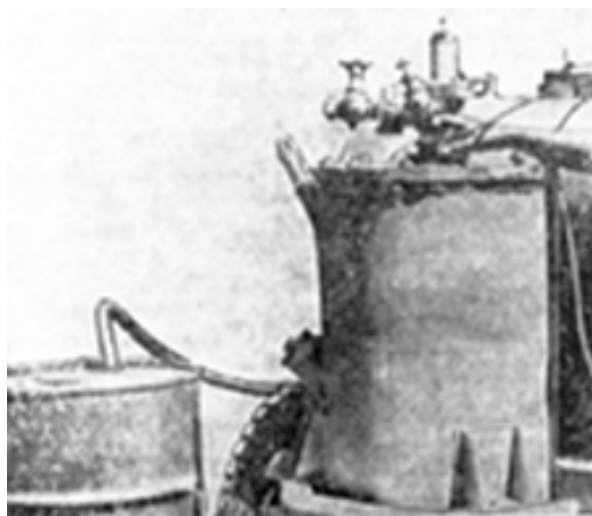

Рис. 26. Заполнение топливного бака с помощью эжекторного устройства
7.1.2. Заправку станции топливом можно производить через заливную горловину или во время работы станции с помощью эжекторного устройства (рис. 26), для чего: